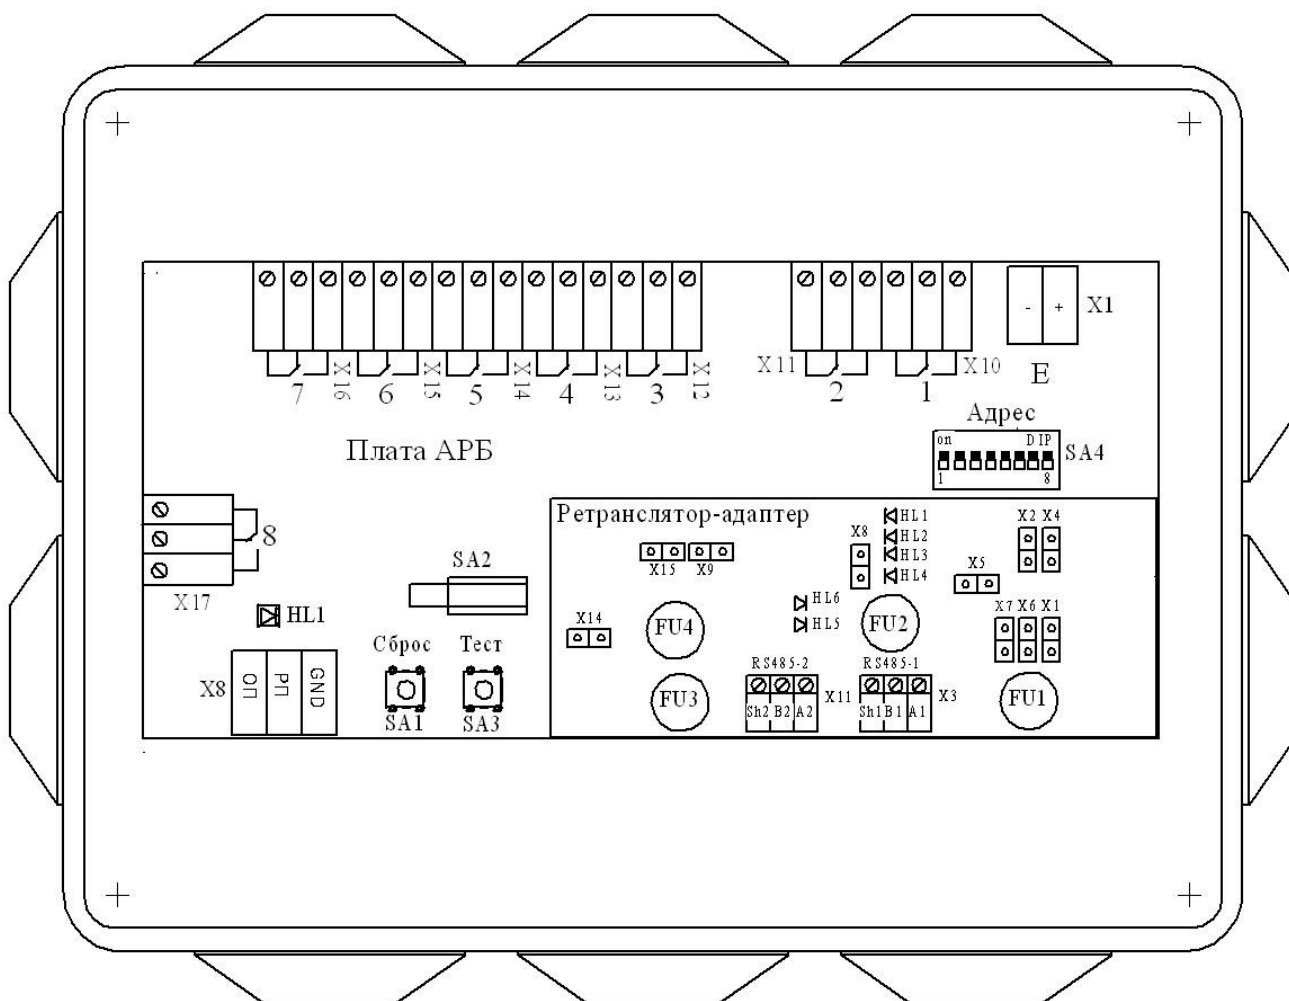

Рисунок 3.3
2.5. АМ(р) является адресуемым прибором. В модуле предусмотрена механическая установка адреса с помощью 8-разрядного DIP-переключателя «Адрес» (SA4) на плате АРБ (см. рисунок 3.3).